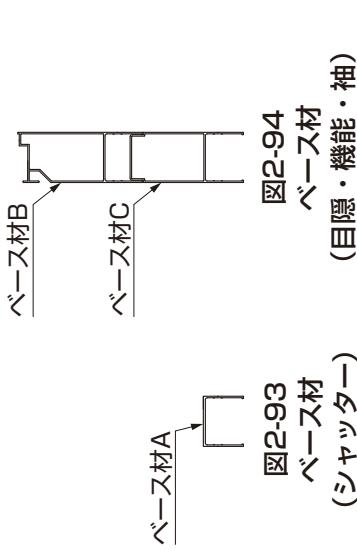
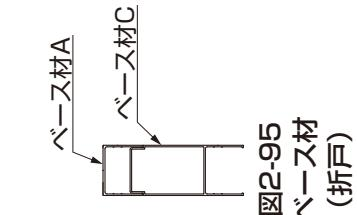

図2-94
図2-95
(2) ベース材の配置
①ベース材の配置を確認してください。
- ベース材には種類があります。(図2-93、図2-94、図2-95参照)